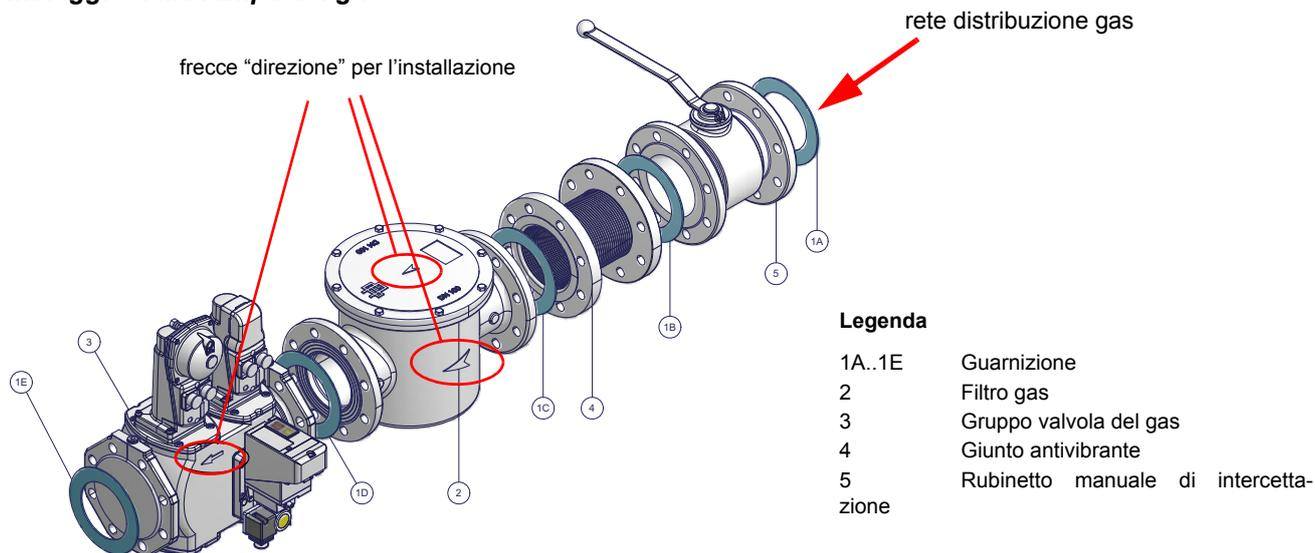

Fig. 7 - Esempio di rampa gas
- 1-b) nel caso di giunti flangiati: interporre tra un componente e l'altro, una guarnizione (n. 1A..1E - Fig. 7) compatibile con il gas utilizzato,
**ATTENZIONE:** una volta montata la rampa secondo lo schema riportato in Fig. 7, deve essere effettuata la prova di tenuta del circuito gas, secondo le modalità previste dalla normativa vigente.